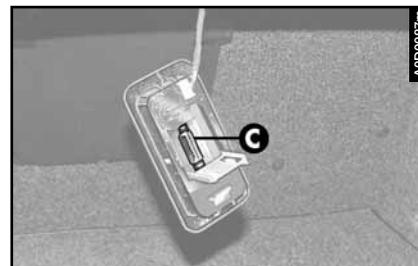

fig. 82
– Défiler l'ampoule (C- fig. 82) engagée à pression.